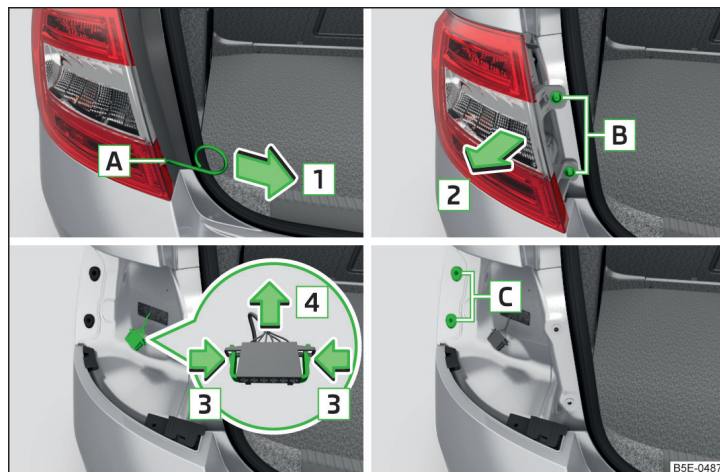
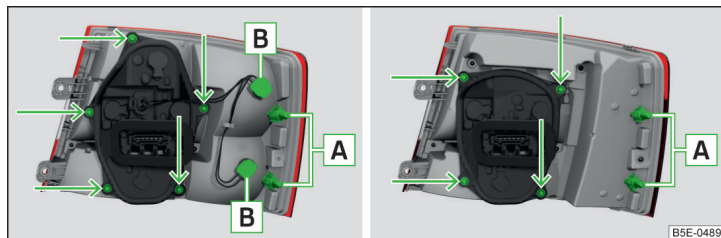

Fig. 337 Desmontar la lámpara / Quitar el conector
Fig. 338 Parte exterior de la lámpara: Lámpara ambiente / lámpara con medios de iluminación LED
- Introducir en la apertura [A] » fig. 337 el estribo para retirar los tapacubos integrales.
- Introducir la lámpara con la espiga **A** » fig. 338 de la pág. 300 en la toma **C** » fig. 337 en la carrocería.
- Girar el portalámparas con la bombilla **B** » fig. 338 **contra el sentido del reloj** y retirarlo del cuerpo óptico.
- Desenrosque el portalámparas » fig. 338 con el destornillador del equipo de herramientas a bordo y extraiga el portalámparas de la lámpara.